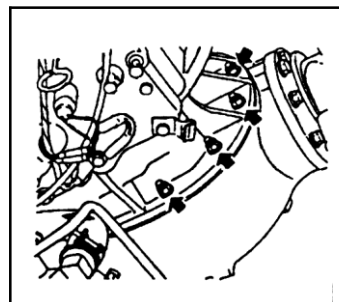

Рис. 5-3
- 11) Снимите фиксирующие гайки между картером моста и дифференциалом (см. рис. 5-3).